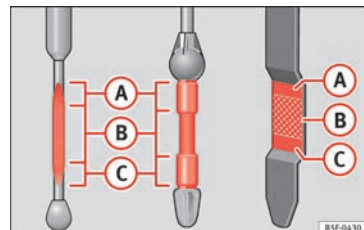

Fig. 175 Varilla de medición del nivel de aceite.
- A continuación, vuelva a extraerla y compruebe el nivel de aceite » fig. 175. En caso necesario, reponga aceite del motor.